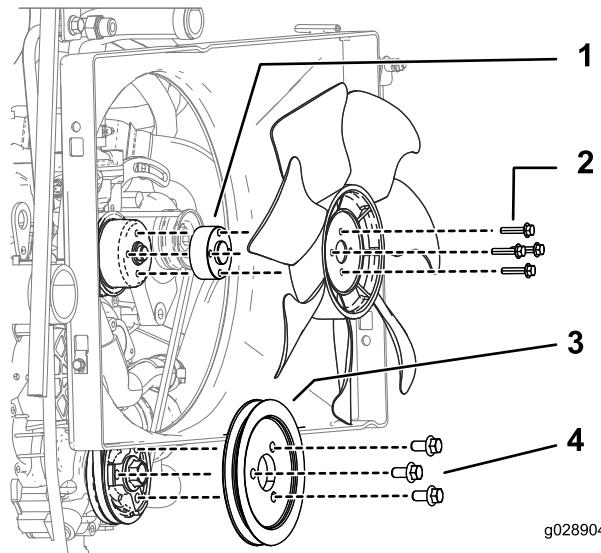

Bild 4
- Setzen Sie das Lüfterdistanzstück und die Riemenscheibe ein, wie in Bild 4 abgebildet.